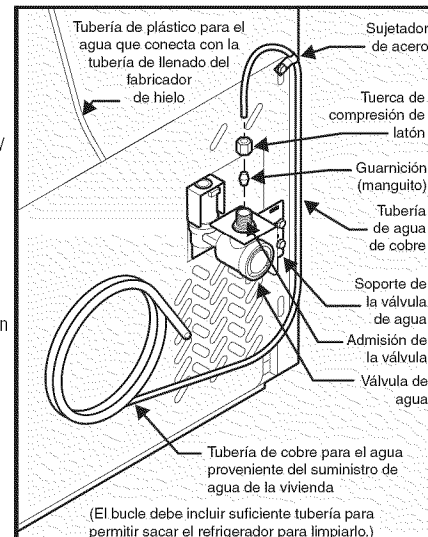

Figura 1
- Si utiliza tuberías de cobre, deslice la tuerca de compresión de latón y la guarnición (manguito) en la tubería de suministro de agua. Inserte la tubería de agua en la admisión de la válvula de agua tan adentro como sea posible (1/4" / 6,4 mm). Inserte la guarnición (manguito) en la admisión de la válvula y apriete a mano la tuerca de compresión en la válvula. Apriete media vuelta adicional con una llave. NO apriete demasiado. **Vea la figura 1.**